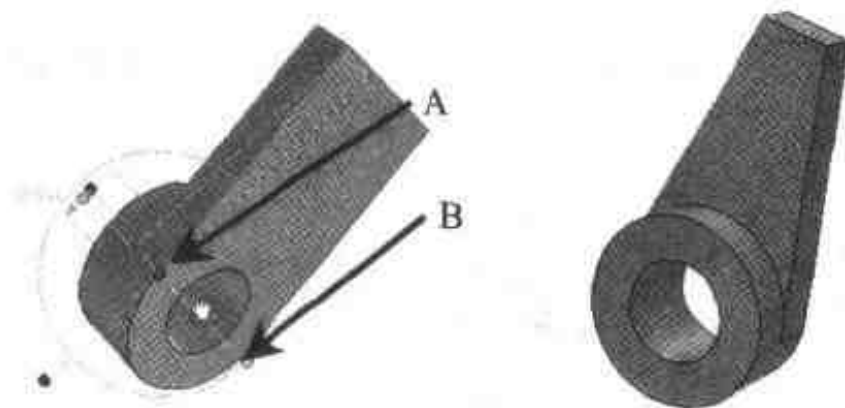

图 1.4 面的移动(绕轴转动)
- (3) 将长方体长度定为 150，先后分别选择长方体两侧面(图 1.3C)，处于面编辑状态，右击，在弹出的快捷菜单中选择【移动】命令，弹出【移动】工具条。然后单击【三维球】按钮，并将它定位到角点(图 1.4A)，转动直线约束手柄(图 1.4 B)，设置转动角度值为 12，单击【移动】工具条上的【应用并退出】按钮，即实现侧面的转动，对另一侧面实施同样的操作，结果如图 1.4 右图所示。